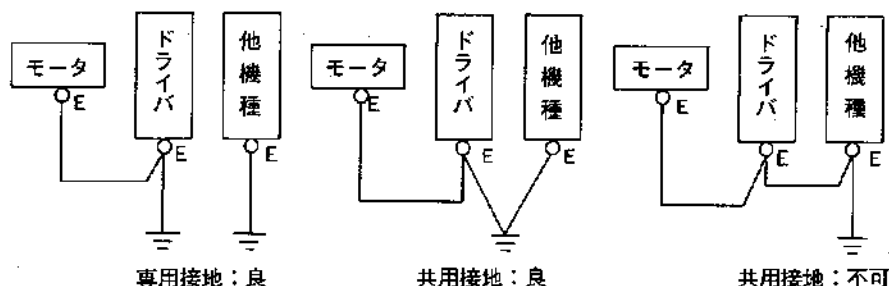

図4-1 接地接続
2. 専用接地がとれない場合は、接地点で他の機器と接地する共用接地として下さい。(図4-1参照)